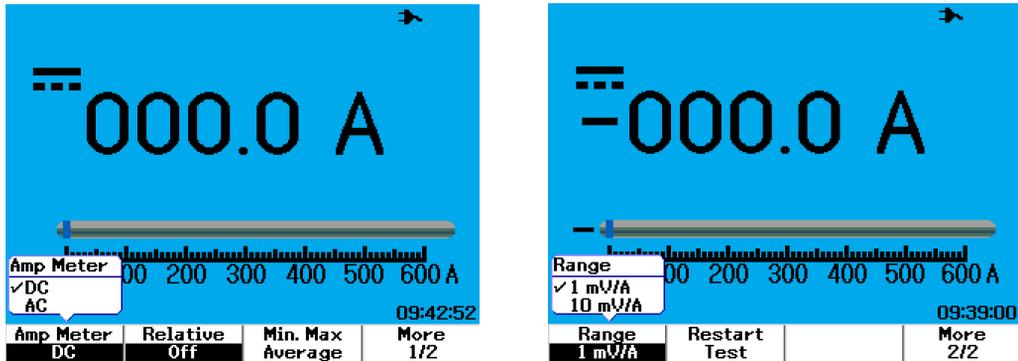

图 4-9 电流测量
- 4 在 Ampere Meter 子菜单中，按 F1 选择 AC 电流或 DC 电流测量（请参考图 4-9）。
- 7 在第 2 页（共 2 页）中按 F1 选择测量范围（请参考图 4-9）。测量范围的选择基于电流适配器上的设置（1 mV/A 或 10 mV/A）。